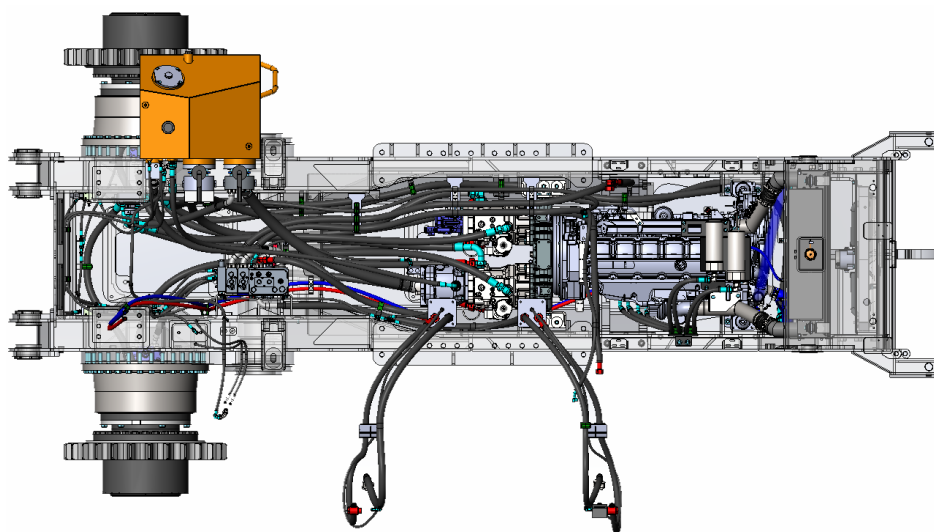

Рисунок 5.64. Расположение и прокладка трубопроводов гидросистемы на машине
- ▶ Визуально осмотреть трубопроводы, их прокладку по машине, места подключения к насосам, гидромоторам, на предмет наличие протечек и повреждений, см. рис. 5.64.
Измерительный щуп 3 расположен в левой части коробки, см. рис. 5.64.